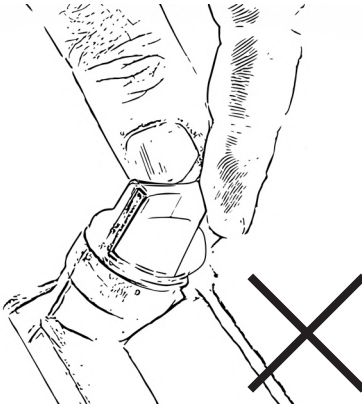

Bild 5
Vrid aldrig oljepåfyllningspluggen med ansluten oljesticka in i gängan vid avläsning av oljenivån. Detta leder till ett felaktigt mätresultat, fig. 5.
- Sänk ner oljestickan helt i oljan. Vrid **aldrig** oljestickan in i gängan, fig. 5.